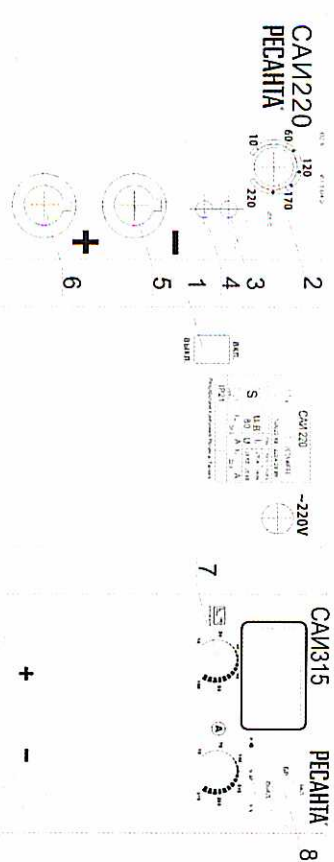

рис. 1
Изделие выполнено в металлическом корпусе. На передней панели имеется регулятор величины сварочного тока (рис.1 поз.2), индикатор "сеть" (рис.1 поз.3), индикатор "перегрев" (рис.1 поз.4), а также силовые разъемы подключения сварочных кабелей (рис.1 поз.5,6). Аппарат оснащен принудительной системой вентиляции, ввиду этого, категорически запрещается закрывать чем-либо вентиляционные отверстия в корпусе.
1. Присоединить к силовым клеммам (см. рис.1 поз. 5 и 6) аппарата кабель с электрододержателем и кабель заземления в зависимости от требуемой для данной марки электрода полярности. В большинстве случаев кабель с электрододержателем подсоединяется к плюсовой клемме, а кабель заземления (масса) к минусовой клемме.
2. Убедиться в том, что выключатель "Сеть" (рис.1 поз. 1) находится в положении "ВЫКЛ".
4. Убедиться в том, что регулятор (рис.1 поз. 2) находится в положении минимального сварочного тока.
5. Включить аппарат выключателем "Сеть" (рис.1 поз.1).
6. Вставьте необходимый электрод в электрододержатель и поворотом регулятора величины сварочного тока (рис.1 поз. 2) установите требуемое значение, согласно нижеприведенной таблице. Рекомендуется всегда следовать инструкциям производителя электродов, так как в ней указаны и полярность подсоединения кабелей, и оптимальный ток сварки.